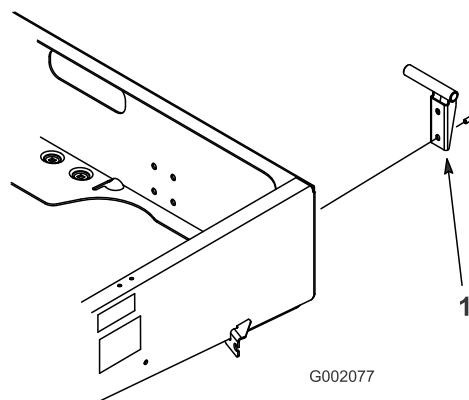

Bild 8
2. Befestigen Sie die linke Schwenkhalterung mit zwei Bundkopfschrauben ((3/8 x 1 Zoll)) an der hinteren linken Ecke des Rahmens. Positionieren Sie die Halterung wie in Bild 8 dargestellt.